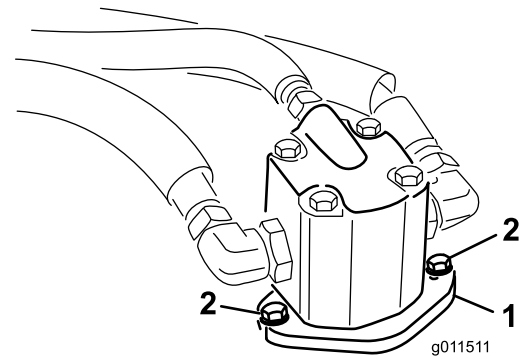

図 70
4. 油圧モータを刈り込みデッキに固定しているボルトを外す 図 70。